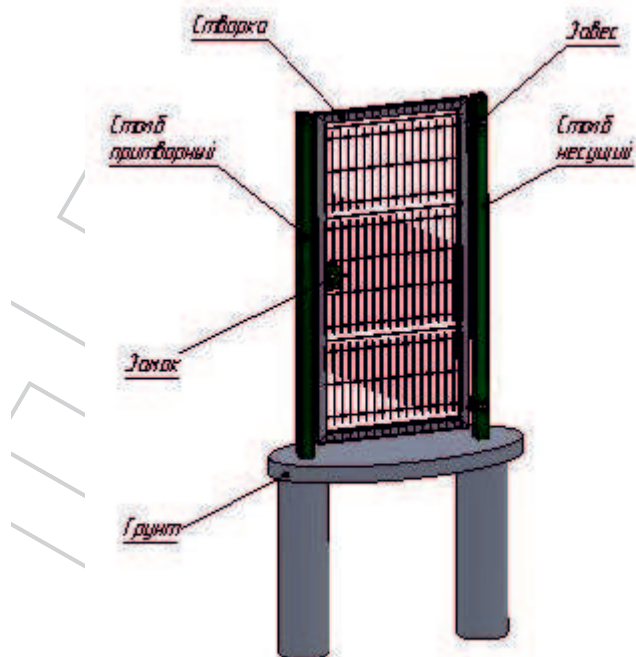

рис.12
- при открытии наружу - рис.12.